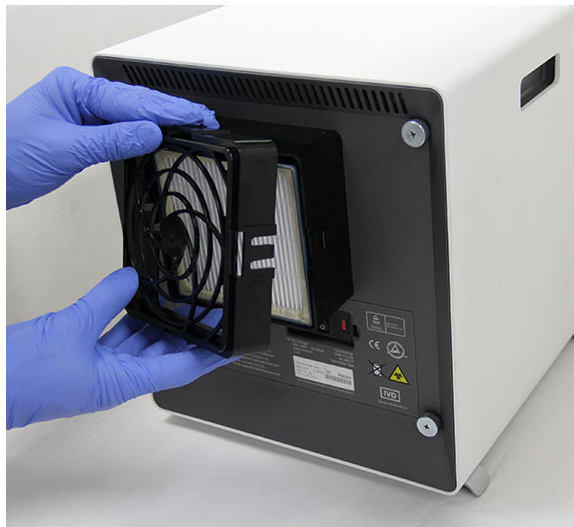

Abbildung 9-27. Abnehmen der HE-Filter-Halterung
6. Nehmen Sie vorsichtig die HE-Filter-Halterung ab. Lösen Sie hierzu die Clips an den Seiten und an der Ober- und Unterkante. Die Filterhalterung sitzt sehr fest und kann eventuell schwer abzunehmen sein. Siehe Abbildung 9-27.